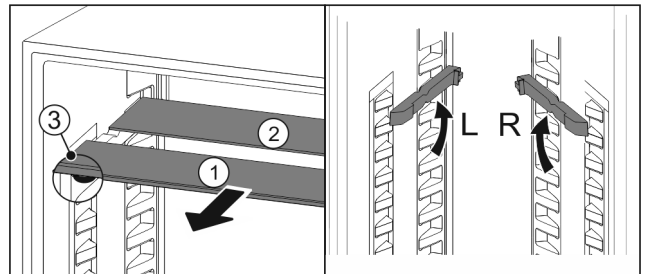

Fig. 124
- ▶ 将玻璃隔板逐个向前拉出 Fig. 124 (1)。
- ▶ 带装饰条的玻璃隔板 Fig. 124 (1)在前。
- ▶ 阻挡装置 Fig. 124 (3)指向下方。